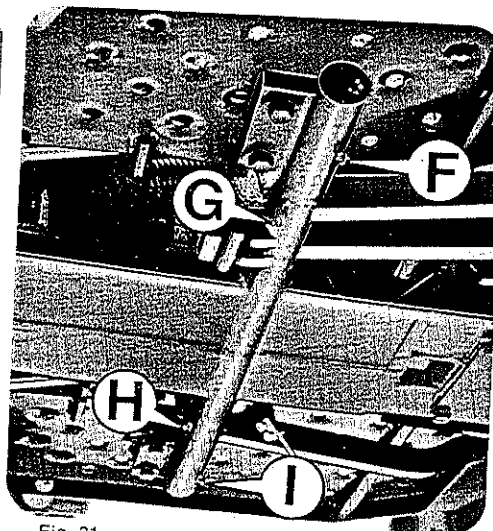

Fig. 31
- F-G-H-I - cerniere pedali Fig. 31
- F-G-H-I - Pedals hinges Fig. 31
- F-G-H-I - Charnière pédales Fig. 31
- F-G-H-I - Cremallera pedales Fig. 31